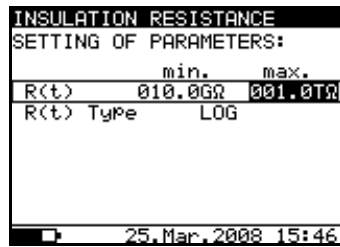

Bild 15. Einstellmenü für das $R(t)$ -Diagramm
- Drücken Sie die Taste **SELECT**, um die Parameter für **Graph R(t)** einzustellen, siehe **Bild 15**. Drücken Sie die Taste **ESC**, um zum Grund-Einstellmenü in der Funktion **Isolationswiderstand** zurückzukehren.